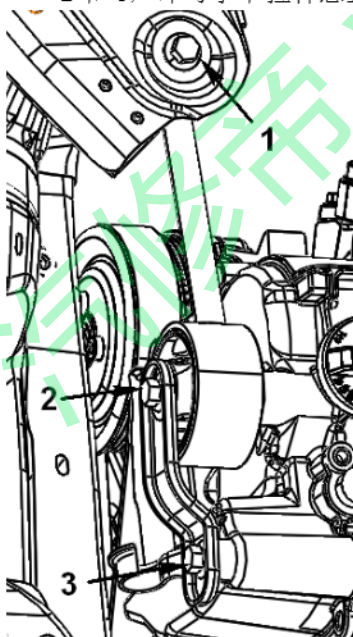

图2
- (1) 如图2所示，拆下动力总成拉杆悬置总成与车身连接的螺栓1、与发动机连接的螺栓2和3，即可拿下拉杆悬置总成；
| 图2 螺栓编号 | 力矩值要求                               |
- (2) 安装时，按以上拆卸相反顺序进行并按要求值依次打紧力矩；需注意，为了调整动力总成姿态，图2中的螺栓1需最后打紧力矩。